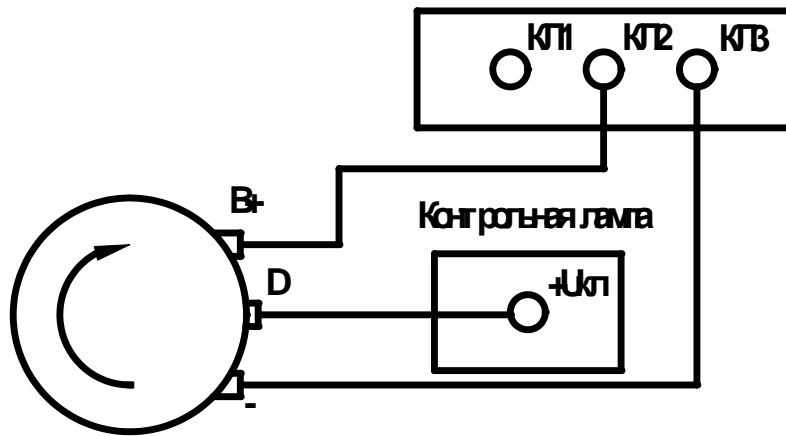

Рисунок 13 Схема подключения генератора 94.3701 при проверке под нагрузкой
- подключите генератор к стенду, как показано на рис. 13, провода подключаемые к клеммам кл2 и кл3 должны быть рассчитаны на нагрузку около 100А, т.е. сечением 10 мм² ;